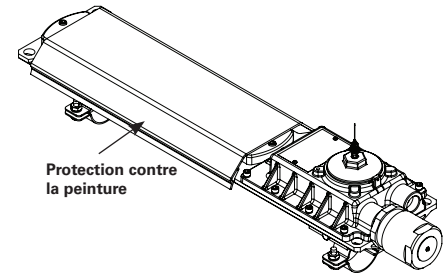

Figure 14
2. Placer la protection au-dessus de la surface lumineuse, la partie concave vers le luminaire (voir la figure 14).